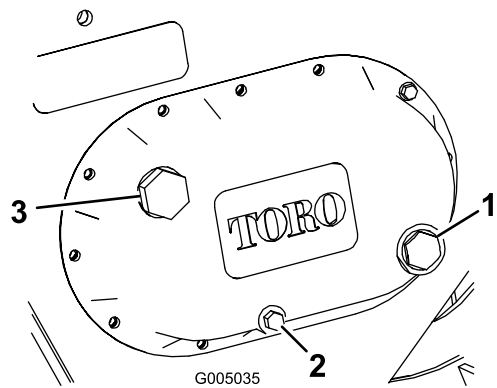

Figura 14
3. Controllate l'indicatore di livello sul fianco della scatola degli ingranaggi (Figura 14). Il lubrificante per ingranaggi deve essere pari al livello del punto rosso al centro dell'indicatore.
4. Se il livello del lubrificante è insufficiente, estraete il tappo di riempimento (Figura 14) e riempite la scatola degli ingranaggi di lubrificante fino a raggiungere il livello indicato dal punto rosso dell'indicatore.
4. Togliete il tappo di spurgo (Figura 14) e lasciate fuoriuscire l'olio, raccogliendolo nel contenitore.
6. Togliete il tappo di riempimento (Figura 14) e riempite la scatola degli ingranaggi di lubrificante fino a raggiungere il livello indicato dal punto rosso dell'indicatore.